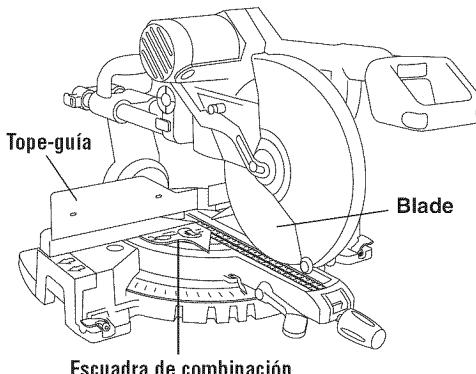

Figura 9. Hoja en ángulo recto con el tope-guía
2. Baje el ensamblaje del cabezal, saque el pasador de fijación y girelo 90°, para fijar el ensamblaje del cabezal en la posición inferior. Asegúrese de que la mesa esté en el retén de 0° y apriete el pomo de fijación de inglete. Coloque una escuadra de combinación contra el tope-guía y junto a la hoja tal como se ilustra. Sitúe la escuadra adecuadamente para que no haga contacto con el diente de la hoja de sierra. La hoja de sierra debe hacer contacto con toda la longitud de la escuadra (Figura 9).